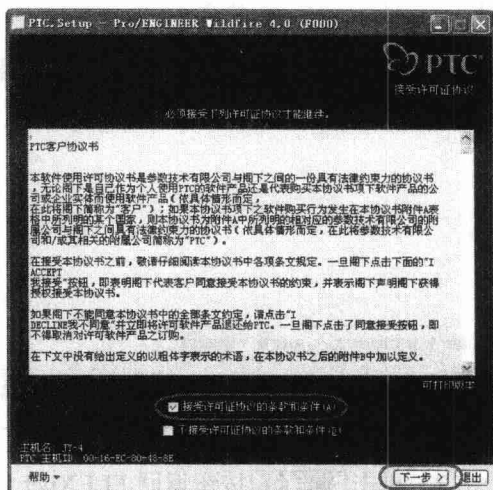

图 1-3 接受许可证协议界面 (二)
(2) 单击 **下一步 >** 按钮进入接受许可证协议界面 (二), 接着选中 **【接受许可证协议的条款和条件】** 复选框, 如图 1-3 所示。